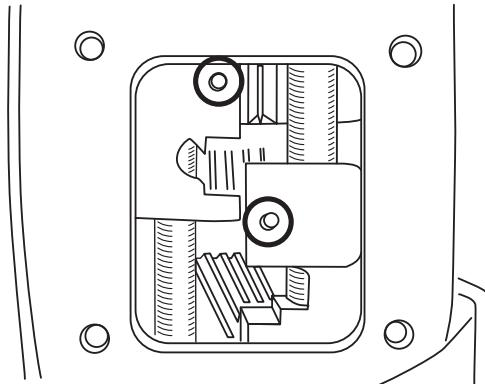

Рис. 15
- a. установите направляющие штифты (**Рис. 15** обведены) в вилки переключения РК (диаметр штифтов 4 мм, высота над вилкой должна составлять 4–5 мм);